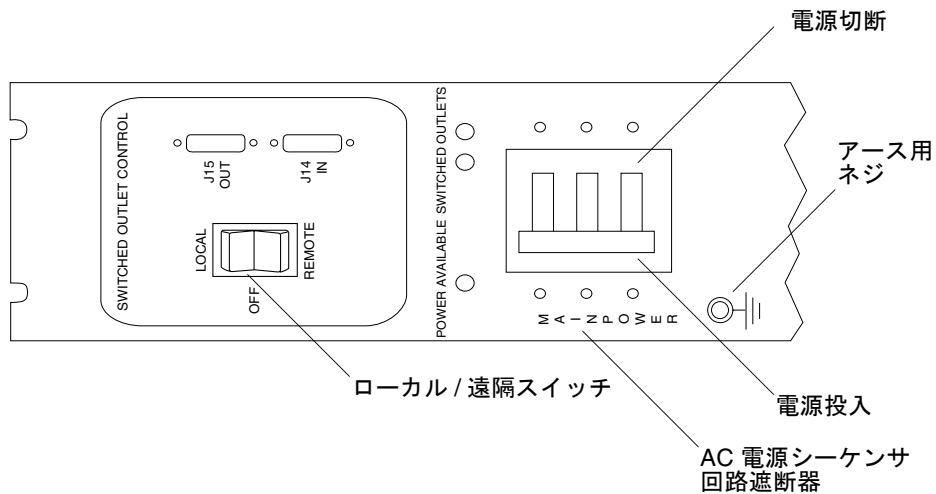

図 B-8 AC 電源シーケンサの制御パネル
6. ベースおよび拡張キャビネットの拡張キャビネット正面下側と背面下側のローカル/オフ/遠隔スイッチを押して、遠隔に設定します (図 B-8)。
7. ベースシステムキャビネットの正面下側と背面下側の AC 電源シーケンサの回路遮断器を押してオンにします (図 B-8)。